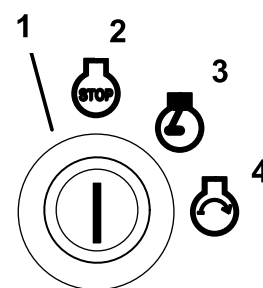

Figure 14
6. Tournez la clé dans le sens horaire en position de marche (Figure 14).
9. Tournez la clé en position de démarrage; le témoin de préchauffage se rallume. Relâchez la clé quand le moteur démarre (Figure 14).
2. Tournez la clé dans le sens horaire en position de marche (Figure 14).
4. Tournez la clé de contact à la position Arrêt (Figure 14). Attendez l'arrêt de toutes les pièces mobiles avant de quitter la position d'utilisation.